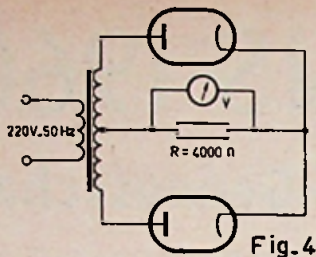

Fig. 4
① In de in fig. 4 getekende schakeling, aangesloten op een sinusvormige netspanning, wordt de belasting gevormd door een weerstand R van 4000Ω .